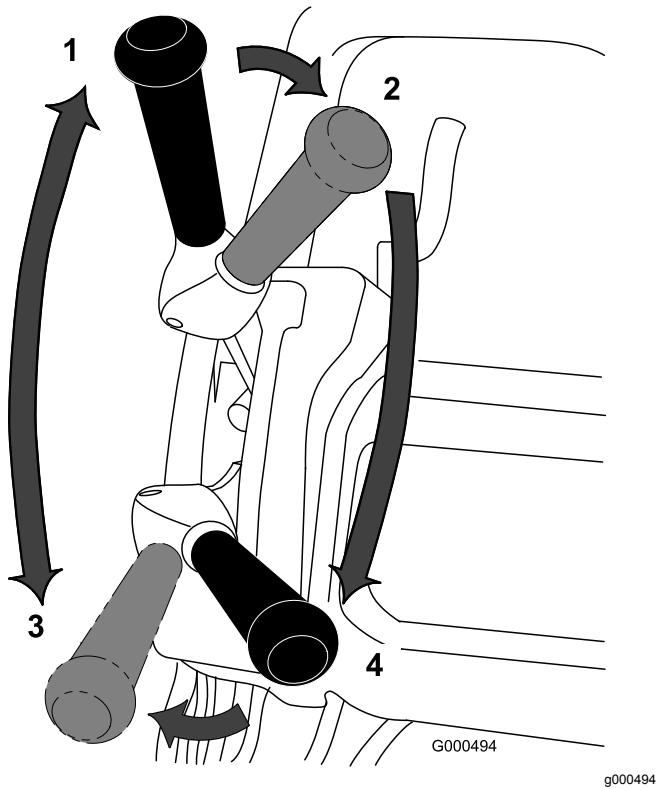

図 38
- 走行リール回転レバーがニュートラル位置にあることを確認する図38を参照。
- エンジンを始動、スロットルを下げ、ハンドルを押し下げてカッティングユニットを上げ、オペレータコントロールを握り、走行レバーとリール駆動レバーを前進走行にセットして、グリーンのカラー縁に入る図 38。
- レバーをニュートラル位置にする図 38。
- 走行レバーをニュートラルにし、リールレバーを切位置にする図 38。
- 走行レバーを — 前進、リール駆動 — 入 位置 図 38にして、スロットルで希望する走行速度に調整し、グリーンに入ったらカッティングユニットを降ろして刈り込みを開始する。